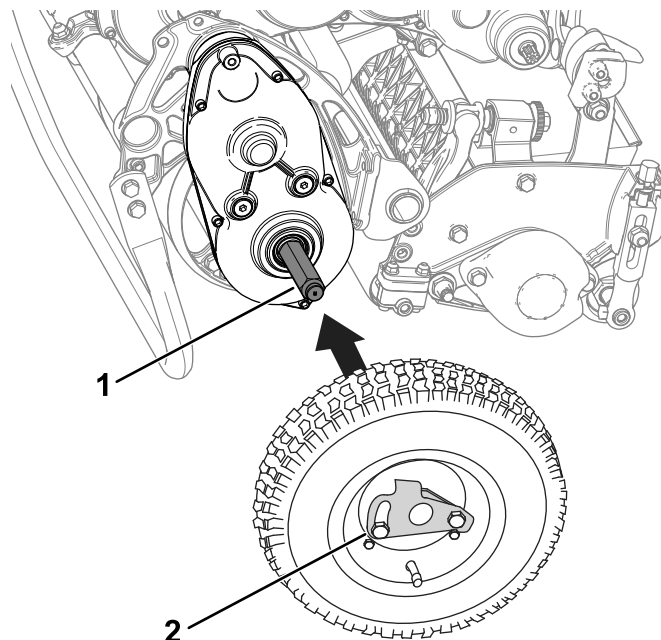

Figura 16
2. Deslice una rueda sobre un eje (Figura 16).
3. Gire el clip de retención de la rueda (Figura 16) alejándolo del centro de la rueda, dejando que esta entre más en el eje.